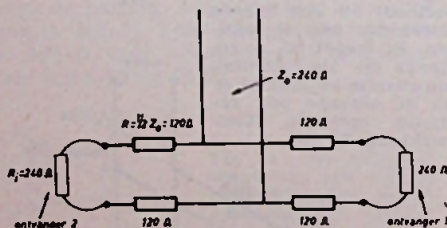

Fig. 8 - Aanpassing d.m.v. weerstanden. Geschikt voor brede frequentieband. Verzwakking 6,3 db. Ontkoppeling wederzijds 7,6 db.
j. Aanpassing d.m.v. weerstanden (fig.8)